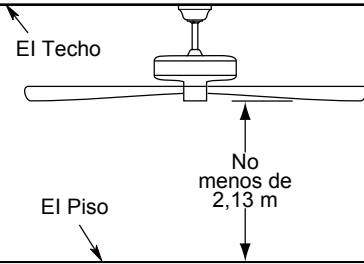

Figura 2
2. Retire los dos tornillos de fijación del soporte y las tuercas y conserve para su reinstalación en el Paso 4 de la página 34. Desmonte la carcasa de la cubierta superior extrayendo los seis tornillos ubicados en la parte superior de la unidad del motor y guárdelos para el paso 3. (Figura 2)
2. Retire el clip de horquilla y pasador de horquilla de la parte inferior de la bola para colgar. Retener el pasador y clip para la reinstalación en el paso 4. (Figura 2)
Debe colgar el ventilador a una distancia mínima de 2,13 m desde las aspas hasta el piso. (Figura 2)